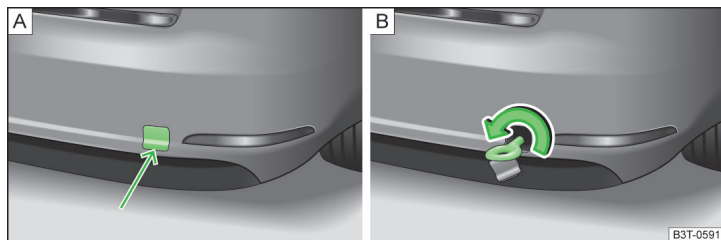

Fig. 189 Desmontaje de la caperuza cobertera / montaje de la argolla de remolque
- Presionar la parte inferior de la caperuza protectora en el paragolpes trasero » fig. 189 - **A** y extraerla.
- Atornillar la argolla de remolque hacia la izquierda hasta el tope » fig. 189 - **B**, y tirar de ella lo más firmemente posible. Para fijar la argolla recomendamos utilizar p. ej. la llave para rueda, la argolla de remolque de otro vehículo u otro objeto parecido que se pueda pasar por la argolla.